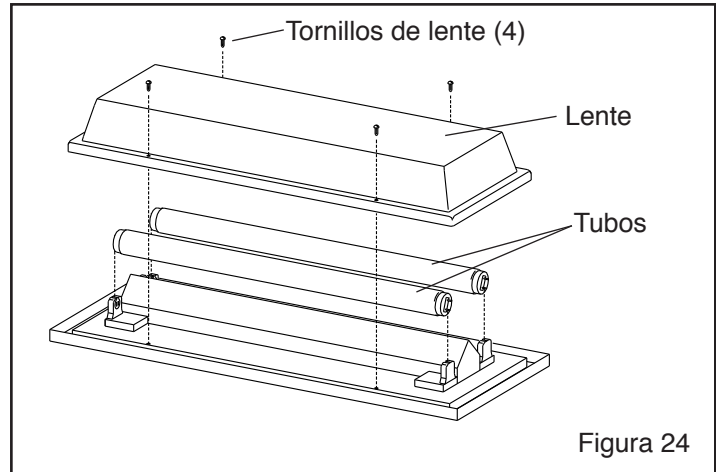

Figura 24
7.7.3.2 Voltee la lámpara para acceder a los tornillos del lente. Refiérase a la Figura 24.